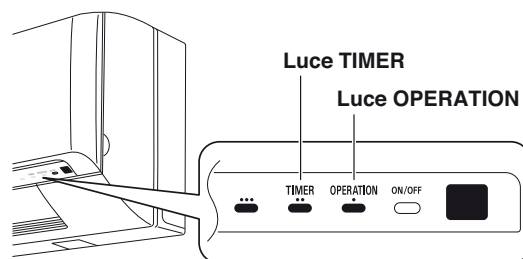

Fig. 59c
- Questo avvia la ventola, producendo aria condizionata non raffreddata con 3 indicatori (luce OPERATION, luce TIMER e ) dell'unità che lampeggiano. (Fig. 59c)